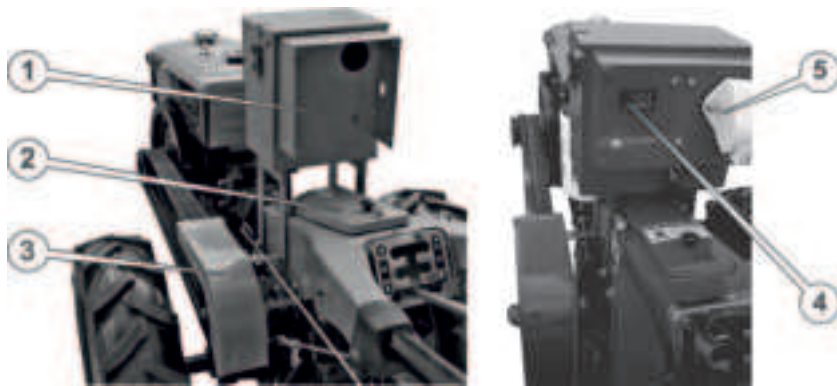

Рисунок 22. – Вид з місця АКБ
20. Відкрутити 4 передні болти кріплення керма до редуктора. Встановити ящик (1) (див. рис. 22.) для акумуляторної батареї та електроприладів, затягнути болти кріплення з правого боку мотоблока і передній болт кріплення з лівого боку. (тільки для моделей МБ1080ДЕ-10, МБ1010ДЕ-10 и МБ1012ДЕ-10). Вимикач маси – 5, вольт-ампер метр.
21. Послабити задній болт кріплення керма до редуктора з лівого боку, встановити захист (3) (див. рис. 22.) веденого шківa, затягнути болти кріплення.
22. Дістати акумуляторну батарею з упаковки і встановити її у відповідний відсік ящика (1) (див. рис. 22.) для батареї клемми до приладового відсіку.